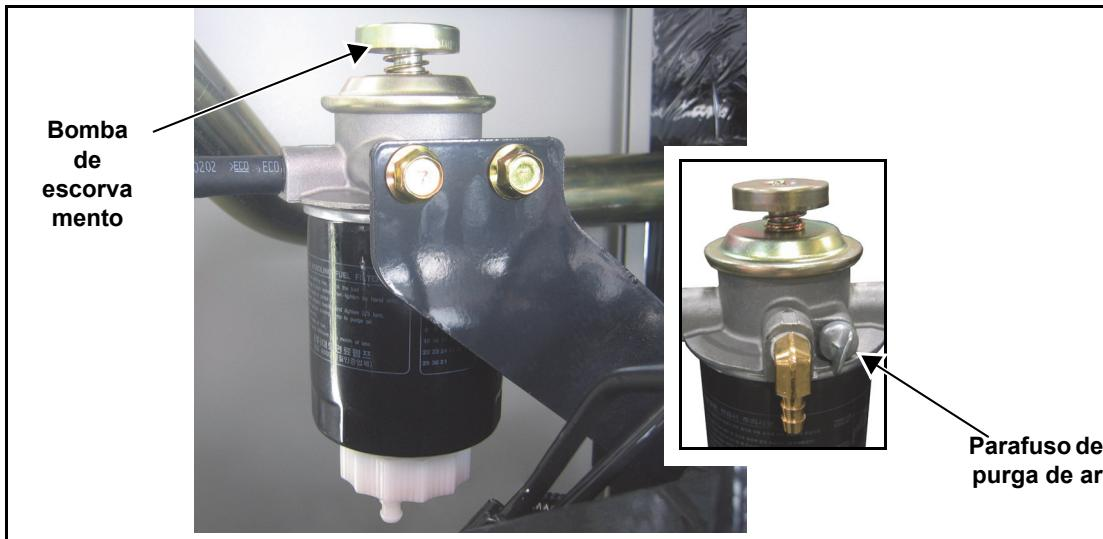

Figura 3-3. Retire o ar do sistema de combustível
- Ver Figura 3-3. afrouxe o parafuso de purga de ar e acione a bomba de escorvamento até que apareçam bolhas. Coloque um pano em torno do parafuso de purga para absorver qualquer perda de água/combustível.